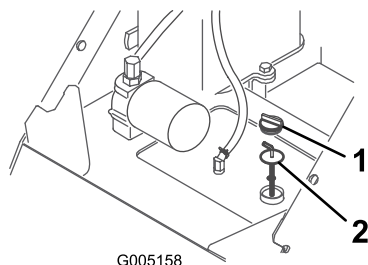

Figura 35
4. Limpie la zona alrededor del cuello de llenado del depósito de aceite hidráulico (Figura 35).
5. Retire el tapón del cuello de llenado y compruebe el nivel de fluido en la varilla (Figura 35).